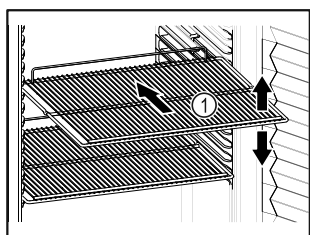

Fig. 56 Représentation à titre d'exemple
- Lorsque les grilles de support Fig. 56 (1) peuvent être déplacées, changez leur position en fonction de la hauteur des aliments.